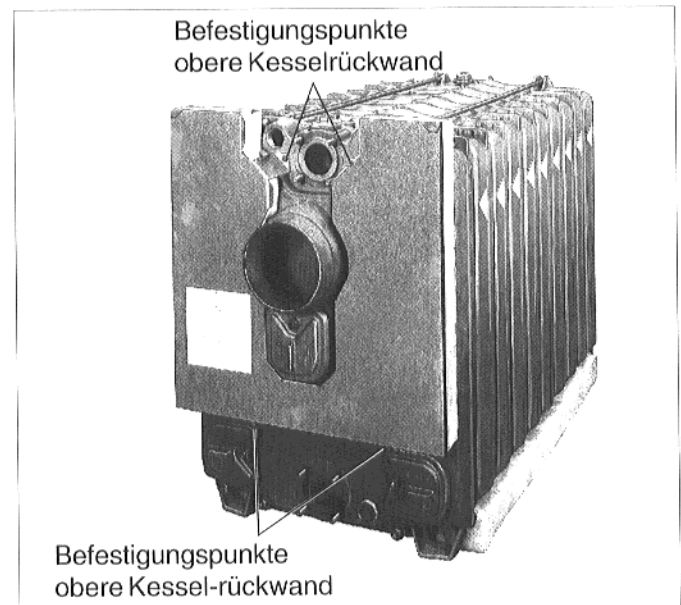

Abb. 24
- **Obere Kesselrückwand** mit 2 Stiftschrauben und Muttern der SW13 unten am Hinterglied, oben mit 2 Maschinenschrauben oberhalb des Abgassammlers, links und rechts des Rauchrohrstutzens anschrauben (Abb.24).
- **Obere Kesselrückwand** siehe Seite 13 Abb. 24.